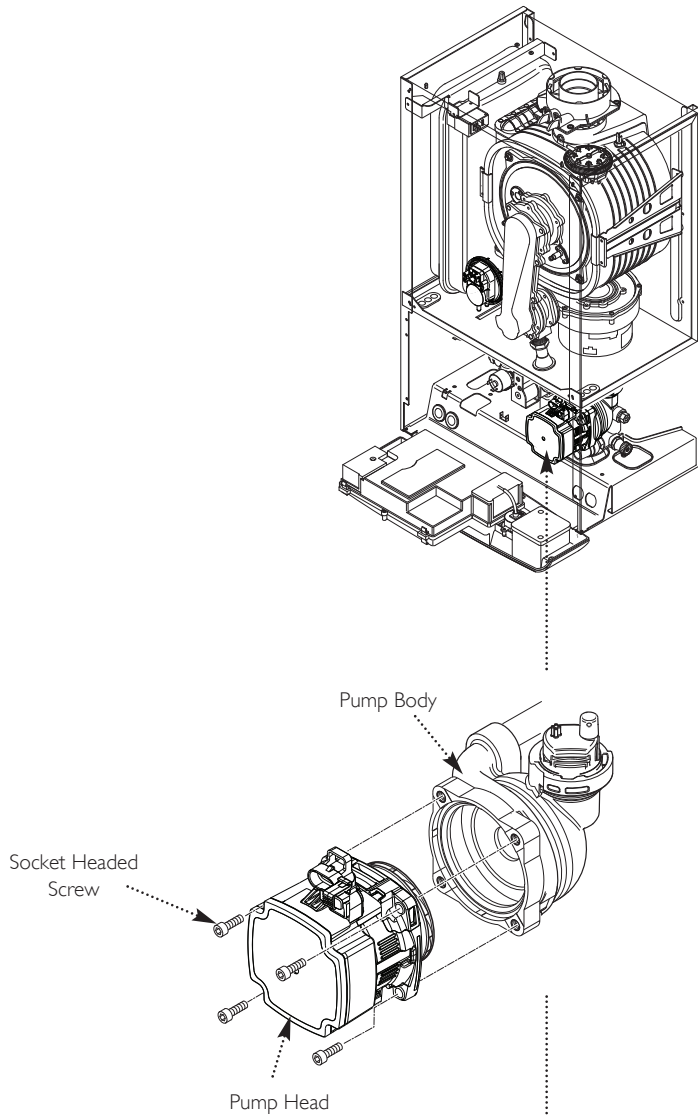

Fig. 57
13.14 Pump - Head Only (Fig. 57)